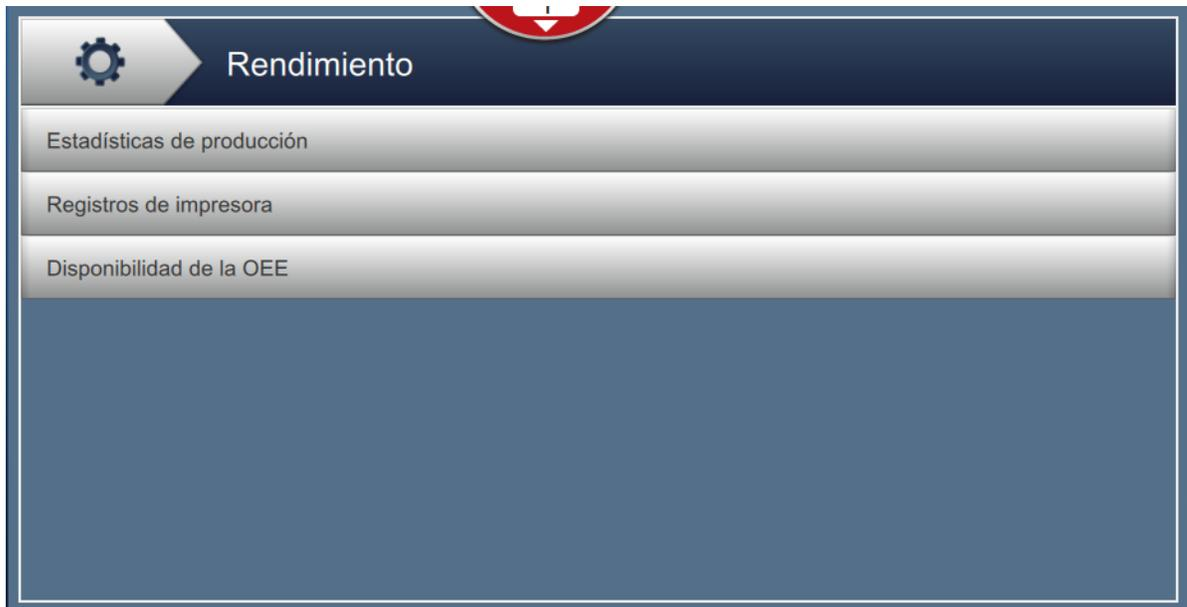

Figura 6-3. Pantalla Rendimiento
1. Pulse el botón  de la pantalla Herramientas. Se abrirá la pantalla Rendimiento, como se muestra en la Figura 6-3.